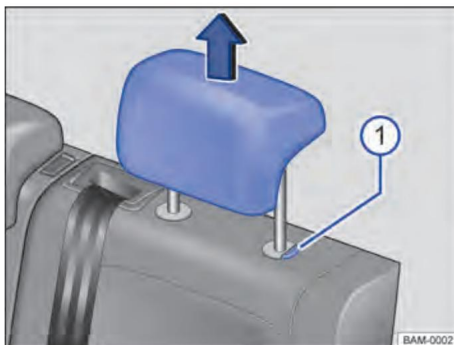

Figure. 71 Appuie-tête arrière : désinstaller.
- Retirer l'appui-tête avec le bouton → Fig. 71 1 enfoncé.
- Poussez l'appui-tête vers le bas avec le bouton → fig. 71 1 enfoncé.